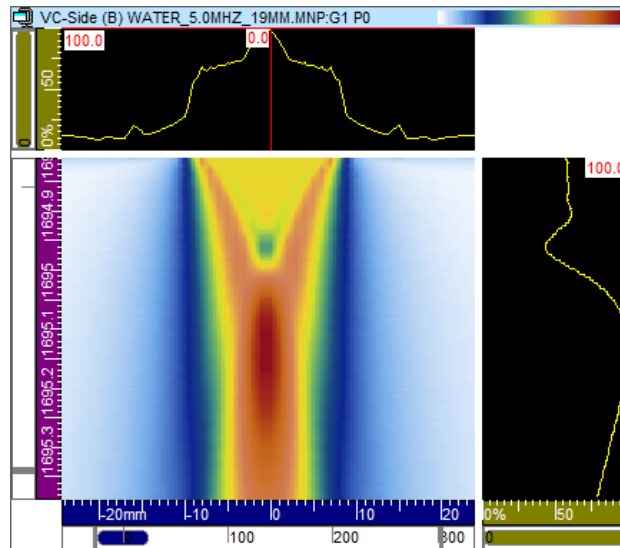

Abbildung 10-3 Layout für eine PASS-Datei (Beispiel)
6. Wählen Sie eine Seitenansicht (B) aus, um die PASS-Dateien anzuzeigen. In Abbildung 10-3 auf Seite 469 wird ein Beispiel eines Layouts gezeigt, einschließlich der Echodynamik entlang dem Referenzcursor.